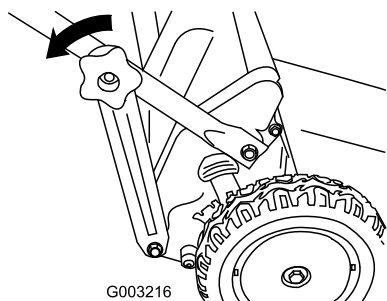

Figure 36
1. Retirez les boutons de la partie inférieure du guidon (Figure 36).
2. Détachez les supports aux deux extrémités de la partie inférieure du guidon (Figure 36).